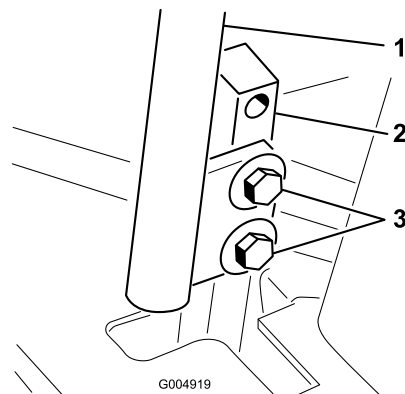

図 66
3. コントロール・レバーを固定しているボルトをゆるめる（図 66）。